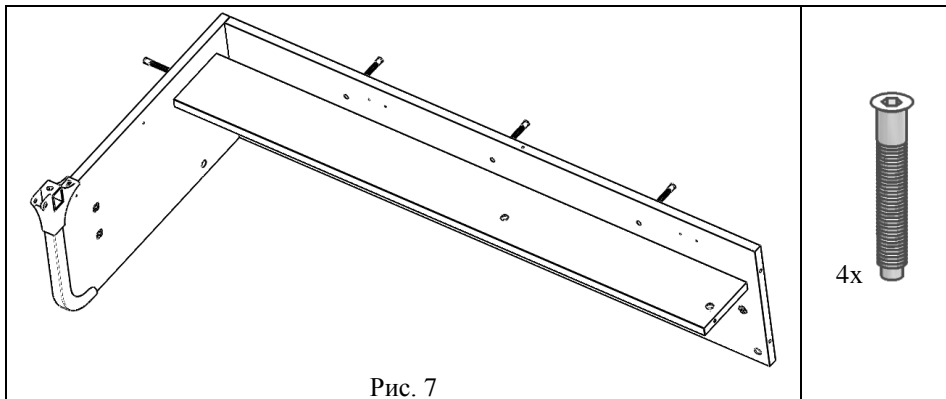

Рис. 7
5.1.4. К сборке по п. 5.1.3 прикрутить с помощью винтов конфирмат (поз. 1, пакет № 148) полку (поз. 4) в следующей последовательности, см. рис. 7 и 7а.:
- наживить 3 винта конфирмат, соединяющих стенку заднюю с полкой (рис.7а),
Рис.7а